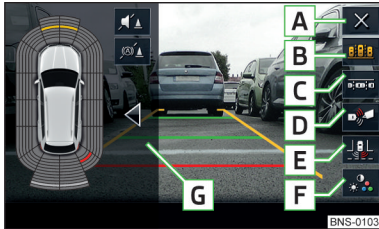

Abb. 279
Funktionsflächen » Abb. 279
- › Die Funktionsfläche **C** » Abb. 279 auf Seite 237 antippen.